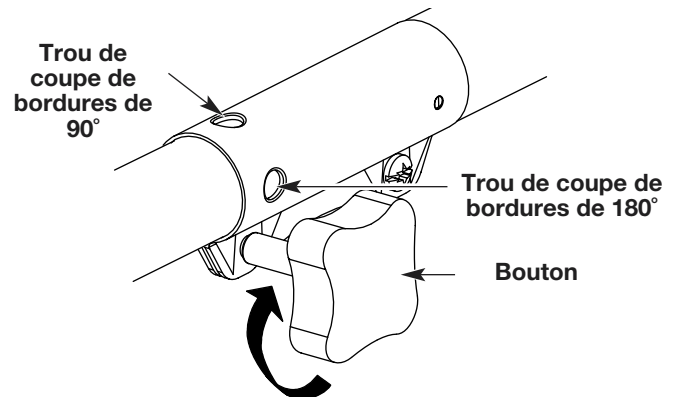

Fig. 10
3. Serrez le bouton en le tournant à droite (Fig. 10).
Pour couper les bordures à l'aide de la tête d'accessoire de coupe sur les modèle Click-Link, verrouillez le bouton de déclenchement de l'accessoire de coupe dans le trou de 90° ou de 180° (Fig. 10).